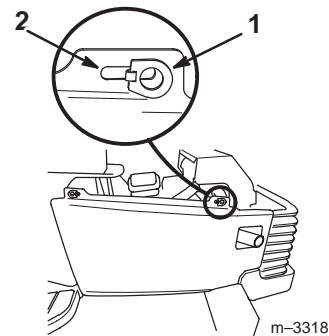

Figure 4
3. Soulevez et tournez chacun des verrous des panneaux latéraux jusqu'à ce qu'ils se trouvent dans l'alignement de la fente (Fig. 4).